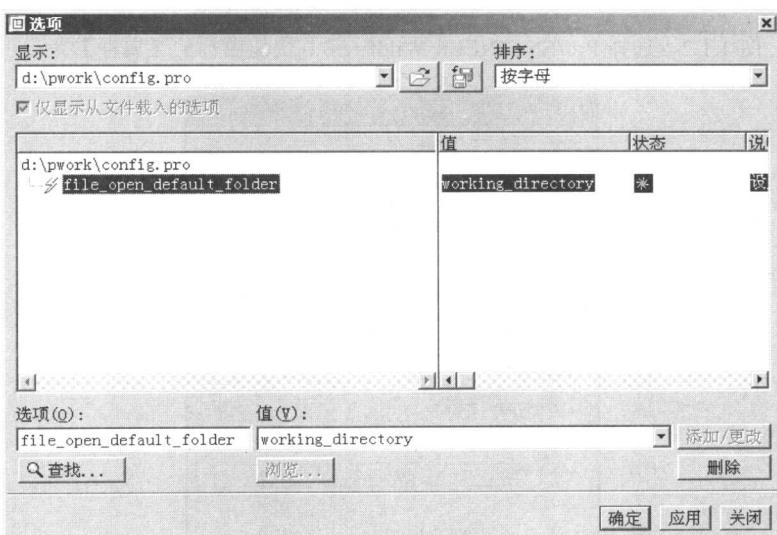

图 1.1.5 设置“file_open_default_folder”选项为“working_directory”值
2. Pro/ENGINEER Wildfire 3.0 软件能够记忆上次打开文件的位置，如果要将打开文件的默认位置设置为自己的工作目录，则可以在主菜单中选择【工具】|【选项】命令，在打开的【选项】对话框中设置“file_open_default_folder”选项为“working_directory”值，如图 1.1.5 所示。